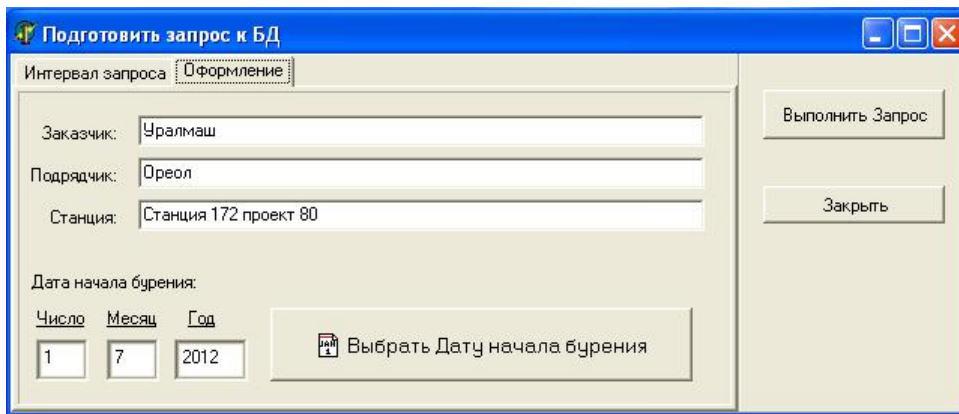

Рисунок 18. Создание ежедневного отчёта. Оформление
- Оформление. При необходимости на этой закладке можно указать дополнительную информацию для отчёта (смотри рисунок 18).